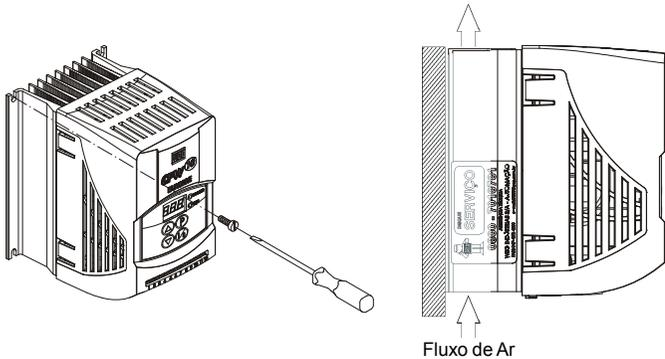

Figura 3.3 - Procedimento de instalação do CFW-10
- 3.1.3.2 Montagem em superfície A figura 3.3 ilustra o procedimento de instalação do CFW-10 na superfície de montagem.